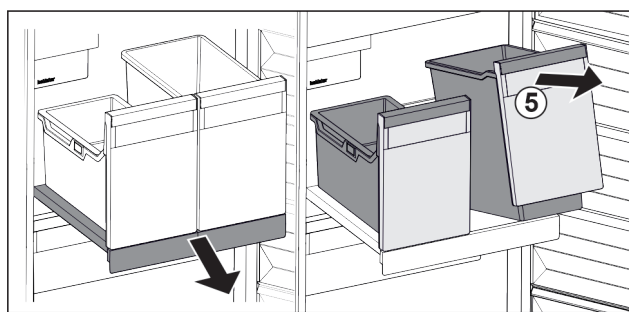

Fig. 25
- Приподнимите контейнеры Fig. 25 (5) спереди.